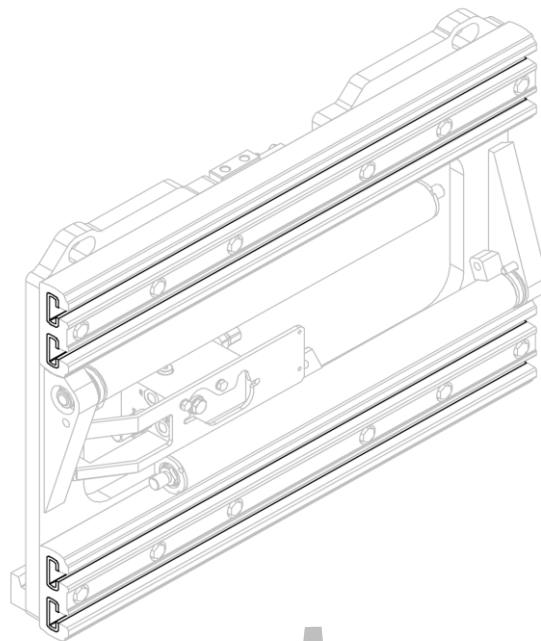
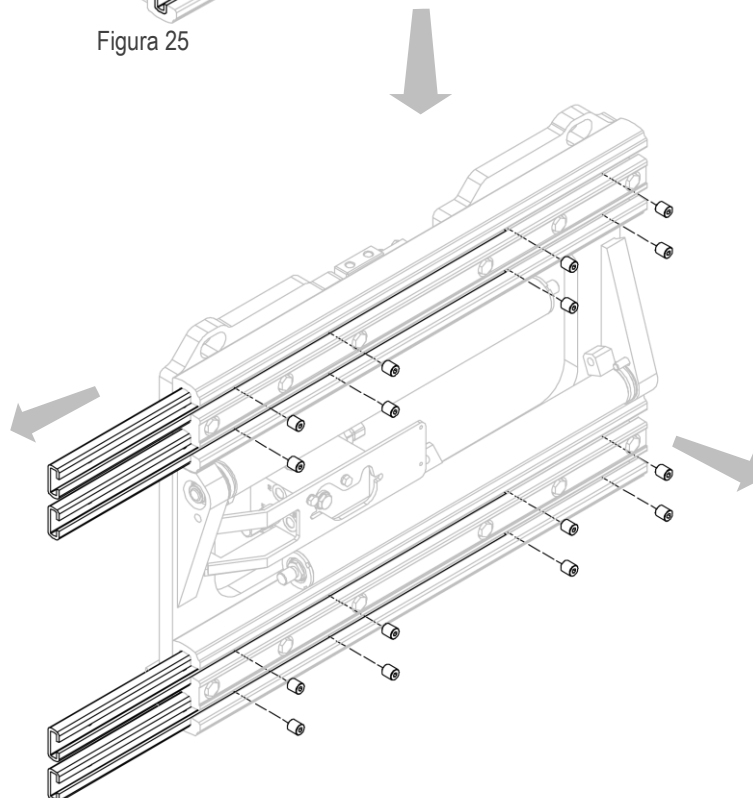

Figura 25
Figura 26
3. Remover las deslizaderas en nailon despues de desenroscar los tornillos (mira *Figura 25* y *Figura 26*).